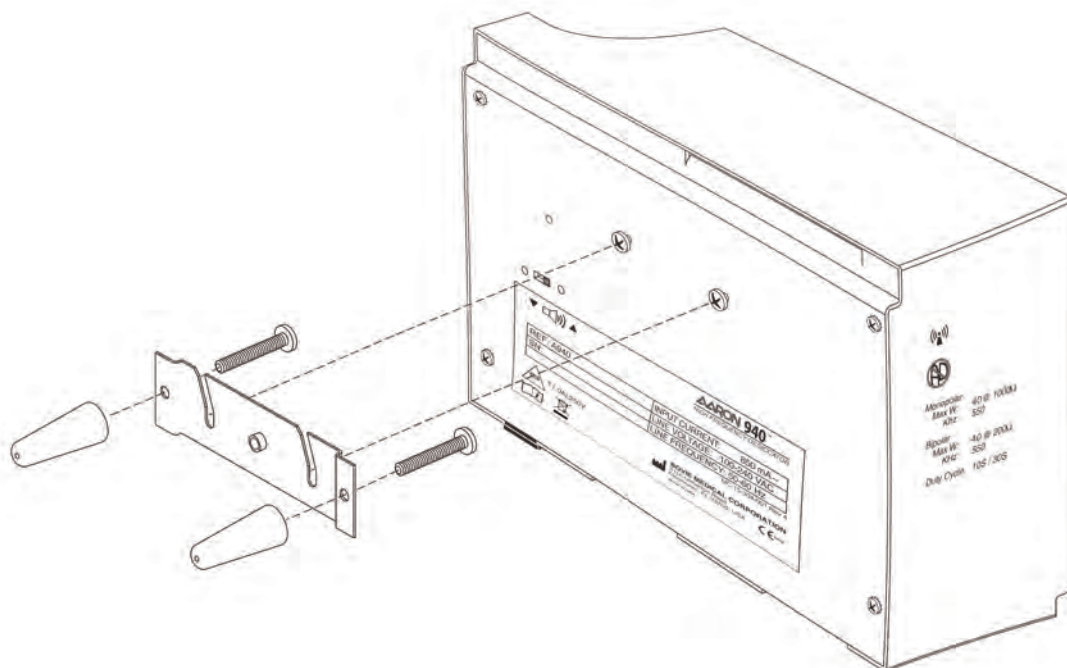

Figura 1
1. Montați dispozitivul Aaron 940™ pe perete sau pe un suport opțional mobil, folosind trusa standard de montare (consultați figura 1). Nu operați unitatea în poziție orizontală, deoarece lichidele se pot vărsa în unitate.